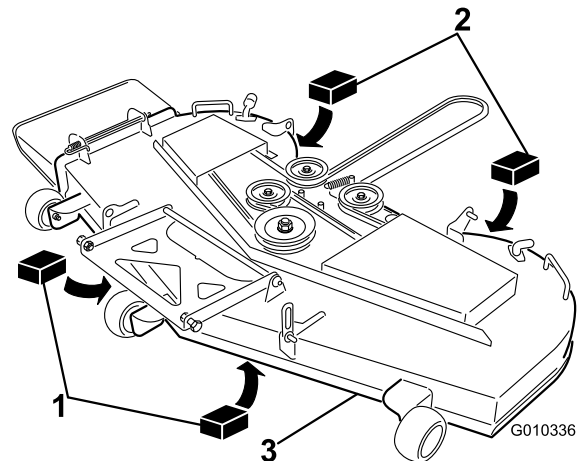

**Figure 63**
3. Faites pivoter les lames avec précaution pour faire passer les pointes avant à l'arrière (Figure 63).
4. Mesurez la distance entre la pointe de la lame avant et la pointe de la lame arrière par rapport à la surface plane (Figure 63). Si la pointe avant de la lame n'est pas de 1,6 à 7,9 mm (1/16 à 5/16 po) plus basse que